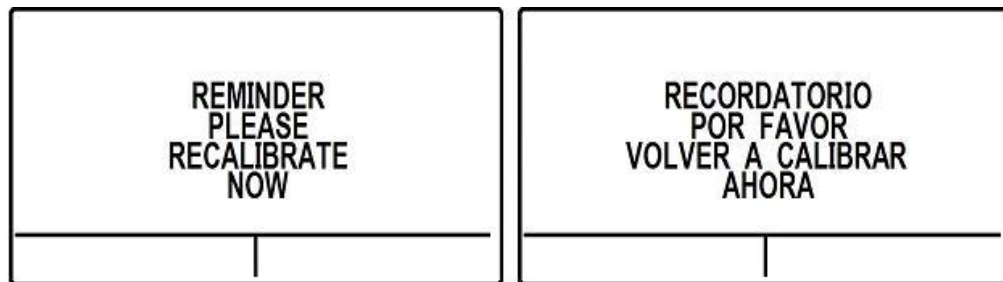

Figura 41: Pantalla del instrumento con el recordatorio para la recalibración.
- En la función REMIND TIME (TIEMPO RECORDATORIO) Usted puede activar un recordatorio, para que en la pantalla del instrumento sea mostrado un mensaje que le recuerda que es necesario recalibrar el instrumento. El periodo de tiempo, para que se active el recordatorio, corresponde al valor (en minutos) que Usted seleccione. La Figura 41 muestra el mensaje en la pantalla, para recordarle el momento en que se requiere la recalibración.